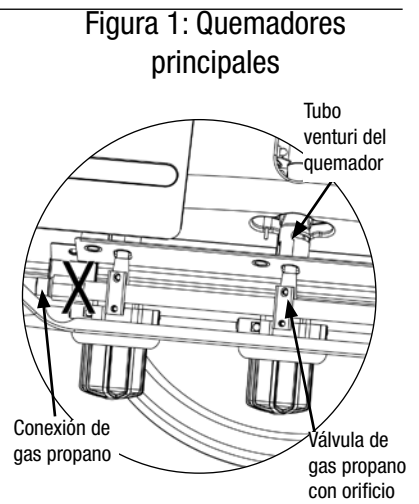

Figura 1: Quemadores principales
4. Por favor, consulte el diagrama para llevar a cabo correctamente la instalación (Figura 1 y 2).